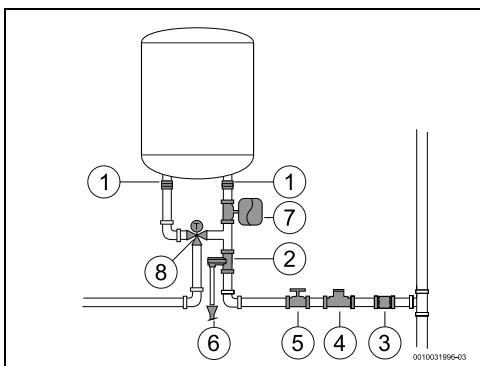

Fig. 11
- ▶ Aprire la valvola d'intercettazione dell'acqua (→ Fig. 11,[5]).
- installare una valvola di riduzione della pressione (Fig. 11, [4]). La valvola di sicurezza si attiverà quando la pressione dell'acqua nell'apparecchio è superiore a 8 bar (± 1 bar), pertanto è necessario pianificare una modalità di scarico dell'acqua.
- installare un vaso d'espansione (Fig. 11, [7]) per arrestare l'apertura frequente della valvola di sicurezza. Il volume del vaso d'espansione deve essere equivalente a 5% del volume dell'apparecchio.